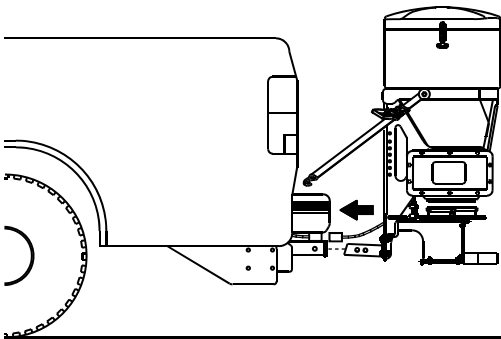

Figura 6
- Deslice el enganche del esparcidor en el receptor de enganche del vehículo, y alinee el segundo orificio del enganche del esparcidor con el orificio del enganche del vehículo (Figura 6).